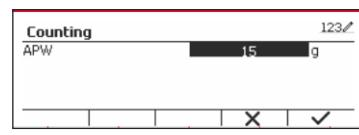

Figure 44
- Appuyez sur le bouton multifonction correspondant à l'icône  pour modifier la valeur du poids moyen unitaire à l'aide du pavé alphanumérique. (Voir Figure 44)